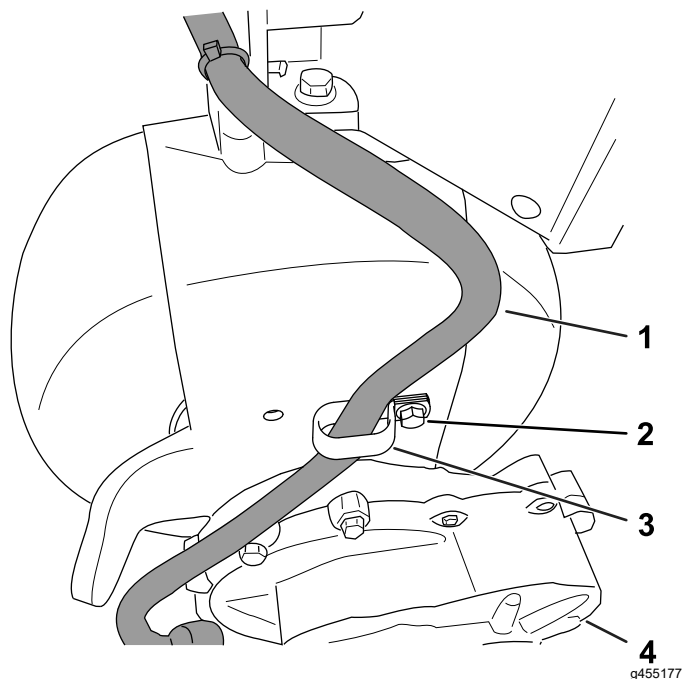

図 5
2. 図 5 に示すように、ギアボックスワイヤーハーネスをフードに向かって配線し、R クランプで固定する。